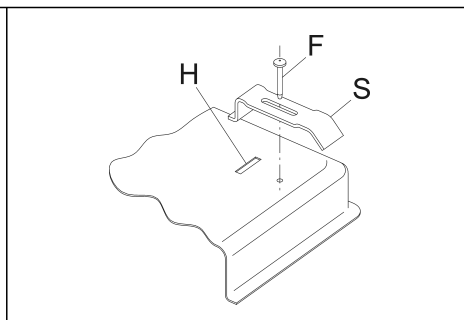

FIG. 6
- Bloquear con las bridas "S", teniendo cuidado de introducir la parte sobresaliente en la ranura "H" que se encuentra en el fondo y enroscar el tornillo "F" hasta que la brida "S" llegue al top (ver fig. 6).